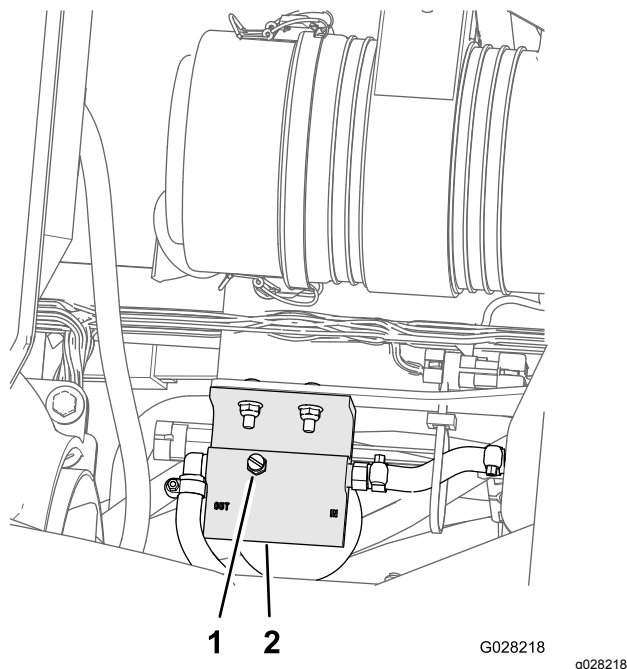

Figure 75
5. Dévissez le bouchon d'aération sur le séparateur d'eau/carburant (Figure 75)..
7. Serrez le bouchon d'aération et tournez la clé dans le commutateur d'allumage en position ARRÊT (Figure 75).